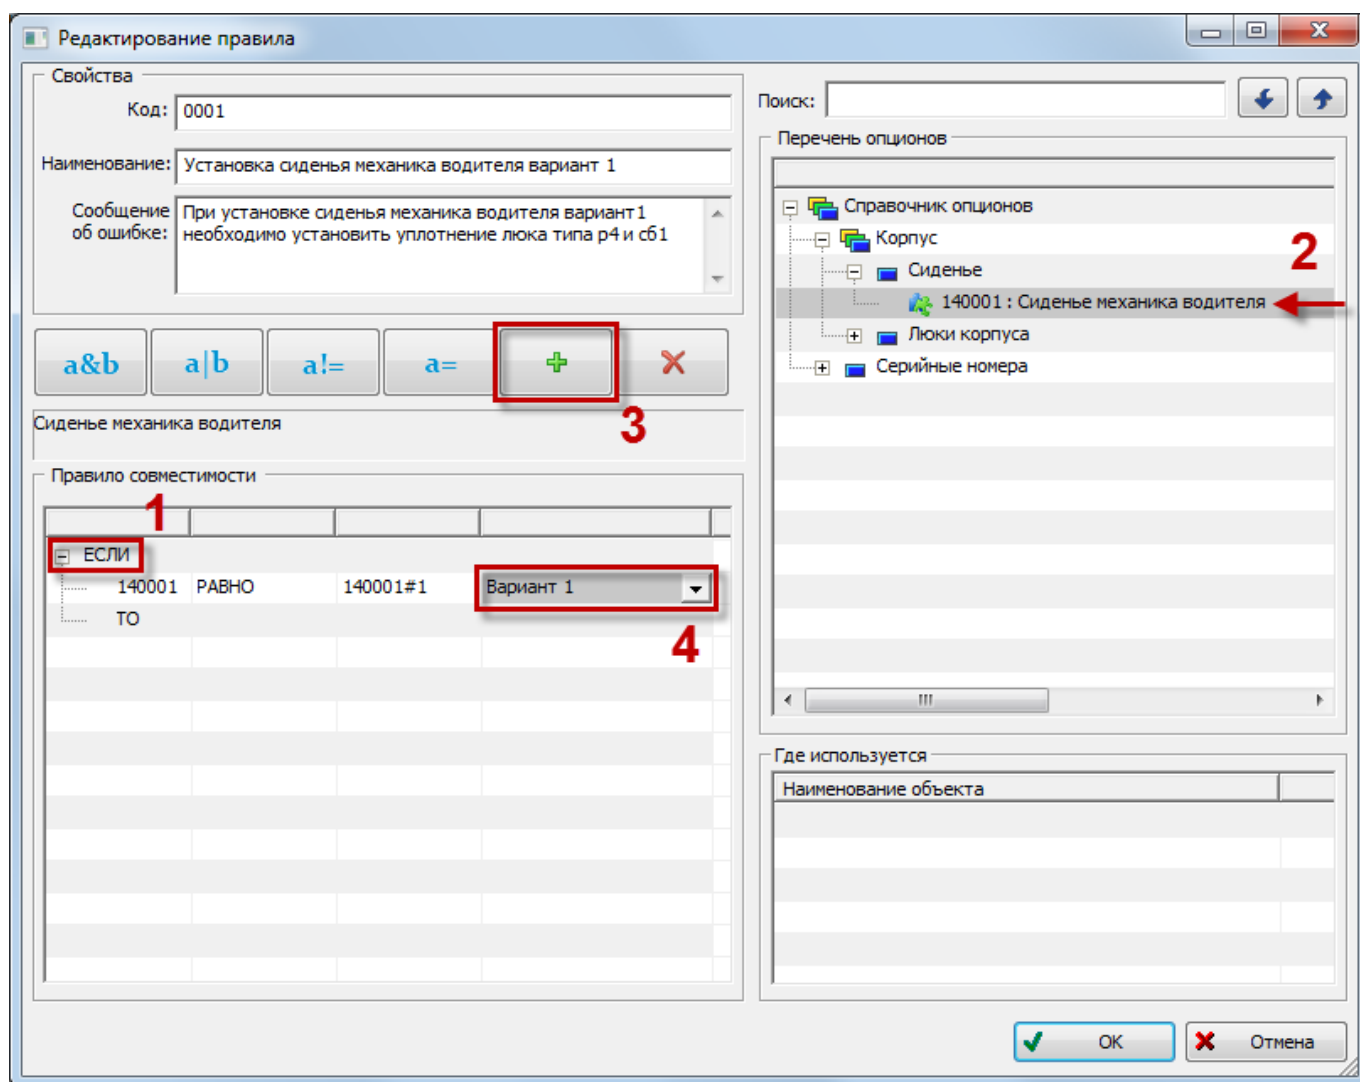

Рис. 13-52 – Создание нового правила совместимости опционов
5) В левой части окна в таблице «Правило совместимости» выделить ячейку таблицы с оператором «ЕСЛИ» (1 на рис. 13-52).
6) В правом окне «Перечень опционов» раскрыть дерево опционов и выделить опцион. В подразделе «Сиденье» выделить опцион «Сиденье механика водителя» (2 на рис. 13-52).
7) Нажать кнопку «Добавить опцион из дерева» панели инструментов. В таблице «Правило совместимости» появится введенное условие (3 на рис. 13-52).
8) Щелкнуть по ячейке со значением опциона и выбрать значение «Вариант 1» (4 на рис. 13-52).
- 2) После этого откроется окно «Редактирование правила», которое полностью идентично окну «Добавление правила», приведенному на рис. 13-52.